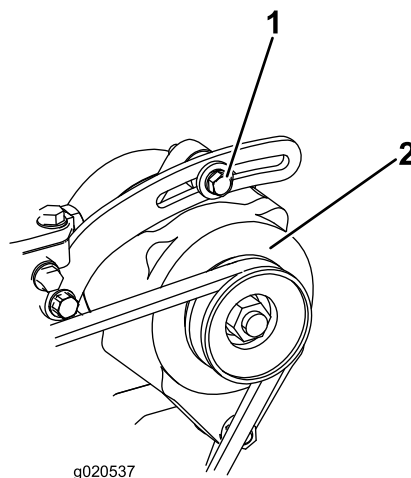

Figura 87
2. Si la desviación no es de 10 mm, afloje los pernos de montaje del alternador (Figura 87). Aumente o reduzca la tensión de la correa del alternador y apriete los pernos. Verifique de nuevo la desviación de la correa para asegurarse de que la tensión es la correcta.